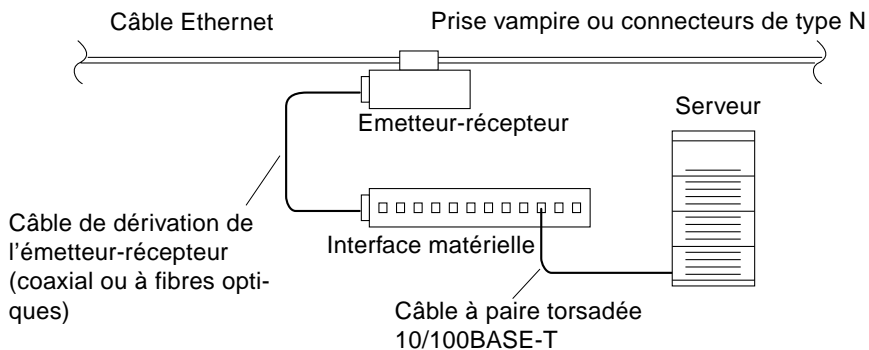

FIGURE 2-7 Connexion de câble Ethernet à paire torsadée à un câble coaxial de type N
La FIGURE 2-7 présente la configuration habituelle de la connexion du système à un réseau Ethernet.
- Si les extrémités du câble Ethernet ne sont pas munies de connecteurs de type N, utilisez une prise "vampire" pour connecter le câble à l'émetteur-récepteur (voir FIGURE 2-7). Pour connecter le câble à l'émetteur-récepteur, suivez les instructions fournies avec la prise vampire.
La FIGURE 2-7 présente les éléments utilisés lors du processus d'installation.